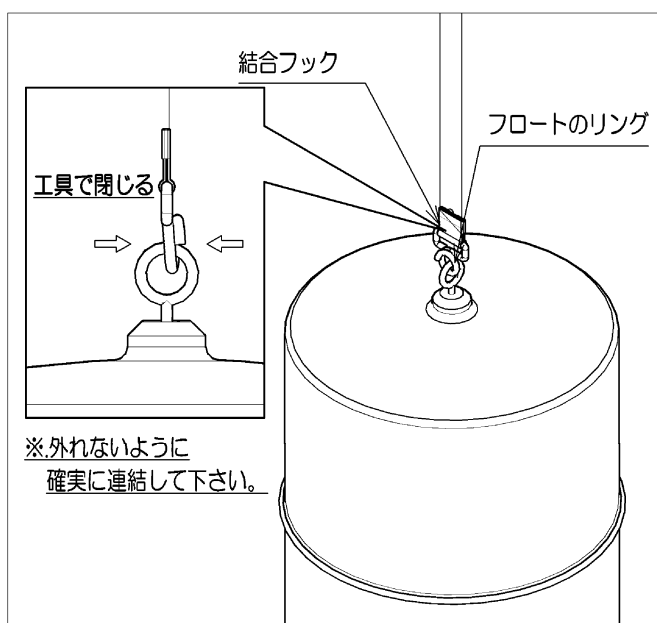

図 2.フロートとテープの連結
- 4.3.2. 計器フランジ下面よりフックを持ちテープを引き出します。フロートのリングにフックを通して連結します。ペンチなどの工具でフックを閉じてリングから外れないようにします(図 2.参照)。
4.4.3. 計器フランジ下面よりフックを持ってテープを引き出し、フロートのリングと連結します。ペンチなどの工具でフックを閉じてリングから外れないようにします(図 2. 参照)。
- 計器からテープフックを持ってテープを引き出し、タンク内のフロートへ接続します(図 2.参照)。テープに振れや折れがない様に取付けます。計器本体を所定の締結部品で固定し取付を完了します。
- 4.7.3. 紐をタンク側の90° L金具から配管内に紐を通して計器取付部まで引き出し、計器のテープフックに紐の先端を結びます。結んでない方の紐の先端をタンク内に挿し入れておきます。タンク内から紐を引き計器のテープフックを配管に引き込んで通します。途中の90° L金具からテープにねじれや折れがないか確認し、フロートにテープフックを接続します(図2参照)。接続が完了したら紐をテープフックから取り外して取り除きます。